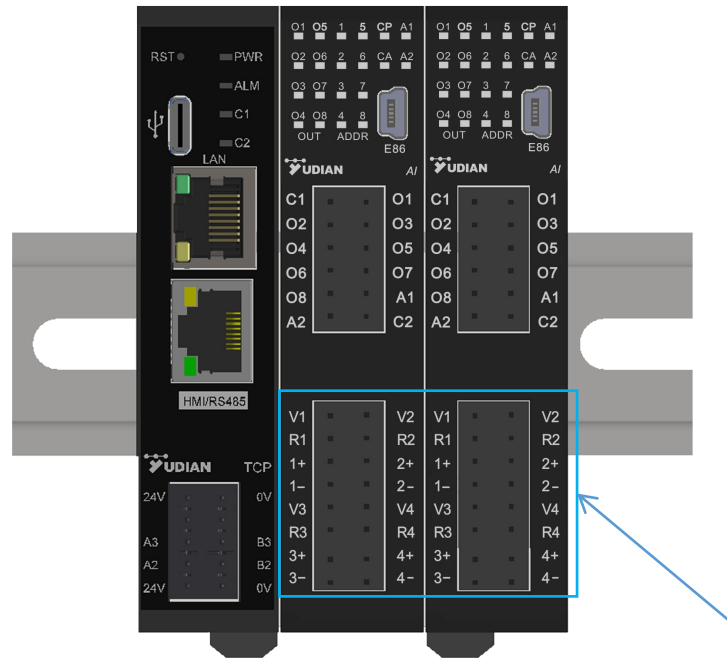

图 1
- (1) 请将模块安装到厚度 1.2 mm 的 35 mm DIN 导轨上。
- (2) 仪表附近若有其他发热设备如调功器、固态继电器，应排布在仪表上方或离输入端较远的一侧；如上图所示的安装方式，输入端在箭头指示位置，请尽量远离热源，保证散热（图 1）。